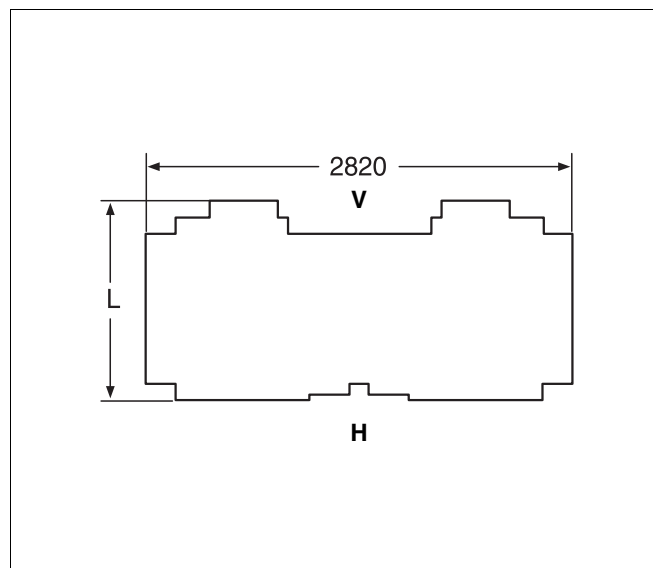

Fig. 32 Isolamento termico V $\triangleq$ Davanti (parte anteriore della caldaia) H $\triangleq$ Dietro (parte posteriore della caldaia)
- L'isolamento termico fornito a corredo corrisponde alla grandezza della caldaia (tab. 3). L'isolamento termico deve essere disposto sul blocco caldaia come indicato nella rappresentazione in fig. 32.